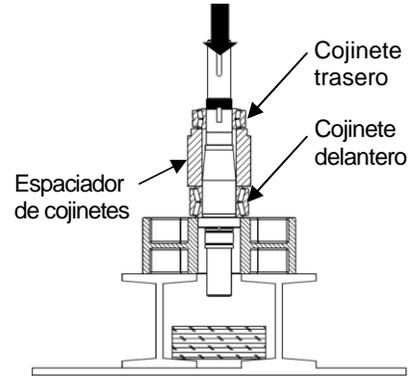

Figura 35: Retirar cojinetes y manga del eje
6) Usando una prensa y un bloque en V, retire los cojinetes delanteros y traseros junto con el espaciador de cojinetes. Para evitar que se dañen los ejes, asegúrese de que ambos extremos estén protegidos (Figura 35). Consulte la Tabla 5 para conocer la fuerza necesaria (en toneladas) para presionar los cojinetes fuera de los ejes.